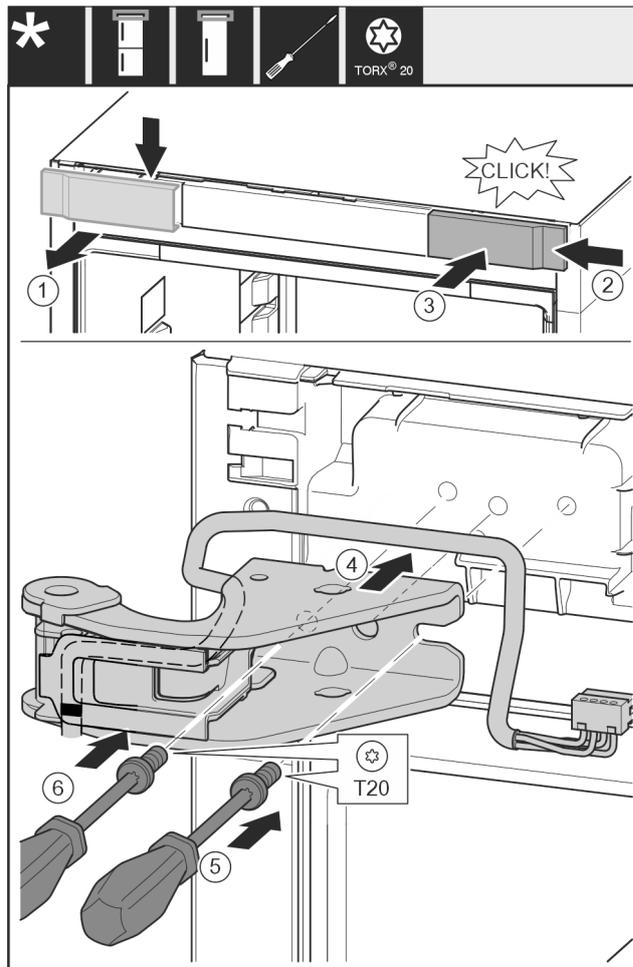

Fig. 30
- ▶ Retire la tapa desde la parte superior hacia el frente. Fig. 30 (1)
- ▶ Enganche por la derecha la cubierta girada 180° en el otro lado. Fig. 30 (2)
- ▶ Encaje la cubierta. Fig. 30 (3)
- ▶ Coloque el soporte de cojinete superior. Fig. 30 (4)
- ▶ Coloque y apriete el tornillo con el destornillador T20. Fig. 30 (5)
- ▶ Coloque y apriete el tornillo con el destornillador T20. Fig. 30 (6)